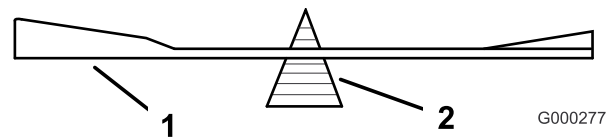
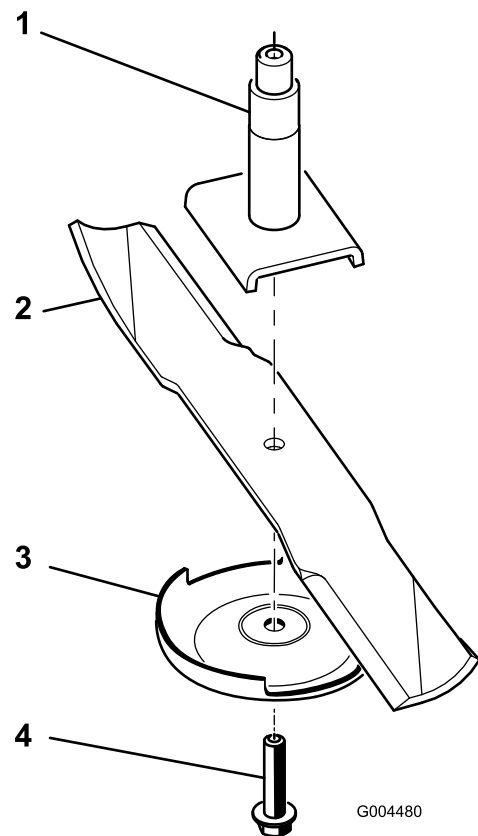

Figura 68
Figura 69
2. Retire del eje de la cuchilla el perno de la cuchilla, el protector de césped y la cuchilla (Figura 69).
1. Instale la cuchilla en el eje (Figura 69).
2. Instale la placa protectora de césped y el perno de la cuchilla (Figura 69).
2. Verifique el equilibrio de la cuchilla colocándola sobre un equilibrador de cuchillas (Figura 68). Si la cuchilla se mantiene horizontal, está equilibrada y puede utilizarse. Si la cuchilla no está equilibrada, rebaje algo el metal en la parte de la vela solamente (Figura 69). Repita este procedimiento hasta que la cuchilla esté equilibrada.